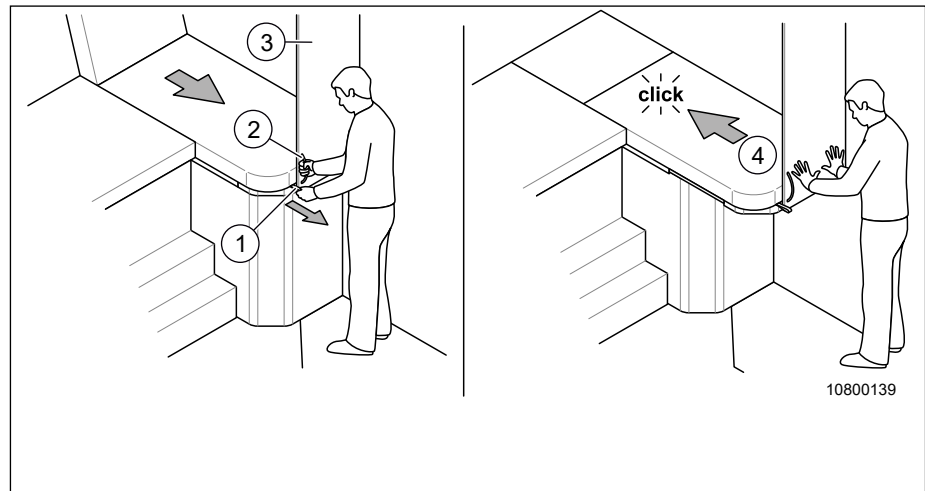

Fig. 55 Transformation du lit extractible
1. Tirer simultanément sur le sommier à l'aide de la sangle (Fig. 55, pos. 1) et la porte de placard à l'aide de la poignée (Fig. 55, pos. 2).
1. Rentrer la porte de placard (Fig. 55, pos. 3) avec les deux mains jusqu'à ce qu'elle encliquette (Fig. 55, pos. 4).